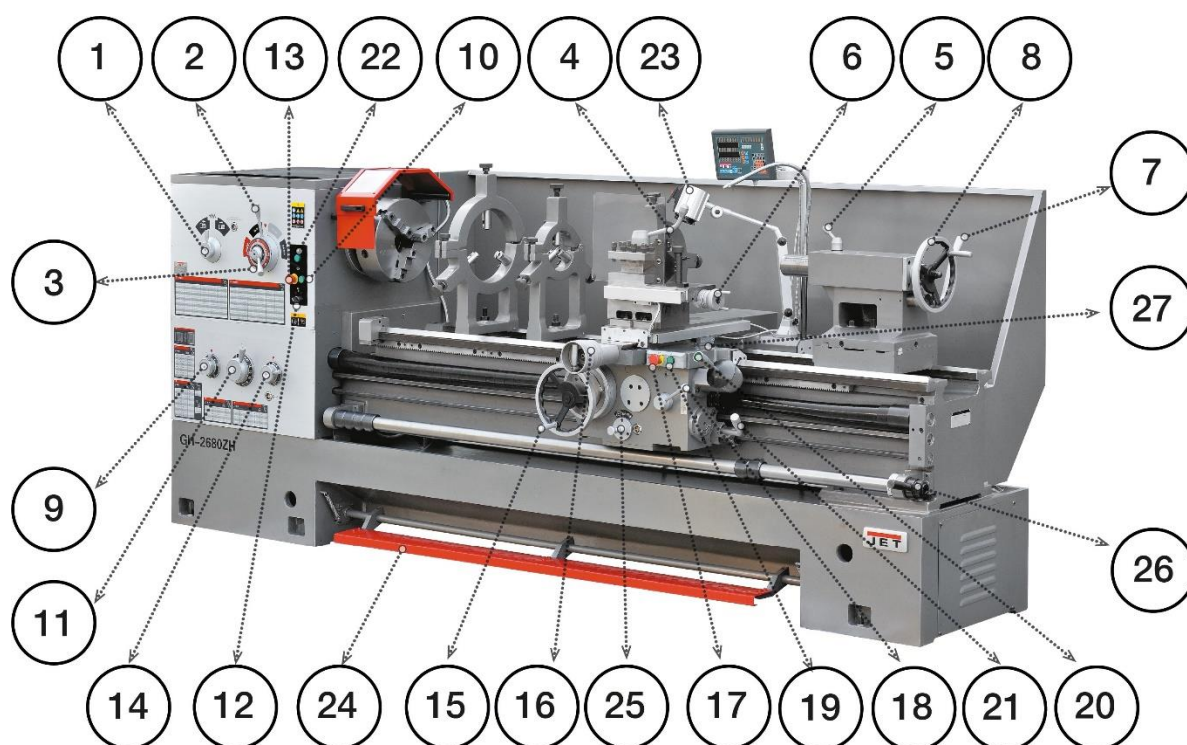

Рис. 5. Схема операционной системы
После включения питания проверьте, в правильном ли направлении вращается двигатель. **(рукоятка 21 рис.5 вниз, вращение шпинделя на вас (против часовой стрелки))**
5.1. Назначение элементов управления (рис. 5.)
Станок имеет 24 ступени скорости вращения шпинделя, которые регулируются с помощью рычагов 2 и 3 (см. рис. 5).